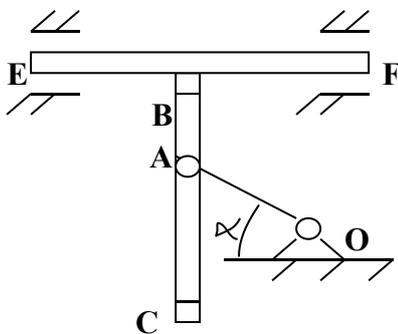

图 9
2. 正弦机构图 9 所示，曲柄 $OA=r$ 以均速角速度 ω 绕轴 O 转动。导槽 BC 与齿条 EF 固连，且相互垂直，齿条 EF 可沿水平导轨左右平动，试求曲柄与水平线夹角为 α 时齿条 EF 的速度。（10 分）